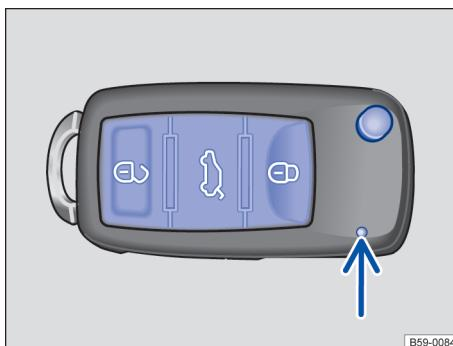

图 16 遥控钥匙的电池指示灯
按压遥控钥匙上的按钮 ⇒ 图 16（箭头所示）可以将钥匙头打开。
在按下按钮的同时，遥控钥匙上的电池指示灯亮起 ⇒ 图 16（箭头所示）。
在按压遥控器钥匙上的按钮时，如果遥控钥匙中的电池指示灯不亮→**图 16**（箭头所示），则必须尽快更换遥控钥匙中的电池。
按压一下遥控钥匙上的按钮**④**。→**图 16**